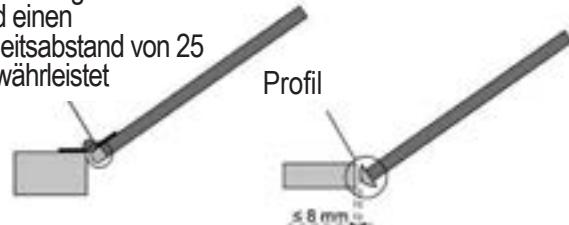
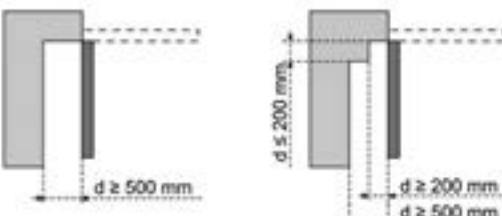

Abbildung 3 - Mechanischer Schutz
Abbildung 4 - Sicherheitsabstand
Schutz durch eine mechanische Vorrichtung (siehe Abbildung 3) oder durch Sicherheitsabstände (siehe Abbildung 4)
- durch Sicherheitsabstände (siehe Abbildung 4)
Torgröße (Abb. 3)
3.1 Montagehöhe - Abb. 4